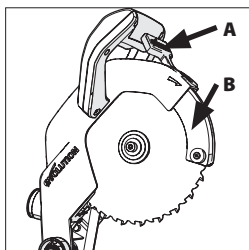
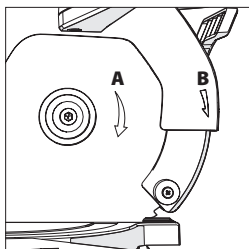

Abb. 28
Abb. 29
(Abb. 28) Setzen Sie das neue Sägeblatt auf den inneren Flansch und vergewissern Sie sich, dass es korrekt auf der Flanschschulter sitzt. Führen Sie anschließend den unteren Messerschutz langsam wieder in seine ursprüngliche geschlossene Position zurück. Stellen Sie sicher, dass der Richtungspfeil auf dem Sägeblatt (A) mit dem in den Uhrzeigersinn zeigenden Pfeil auf dem oberen Messerschutz (B) übereinstimmt. (Abb. 29)